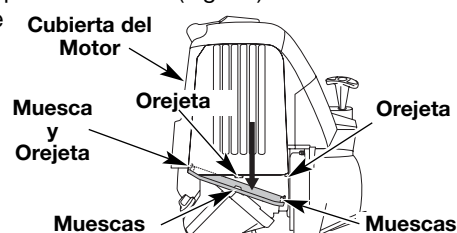

Fig. 32
1. Retire la cubierta del silenciador presionando la esquina con un destornillador de vástago plano (Fig. 32). Deslice las muescas a los lados de la cubierta del silenciador sobre las orejetas de la cubierta del motor y retire.
13. Vuelva a colocar la cubierta del silenciador. Deslice las muelas a los lados de la cubierta del silenciador sobre las orejetas de la cubierta del motor y enganche en su lugar (Fig. 32).